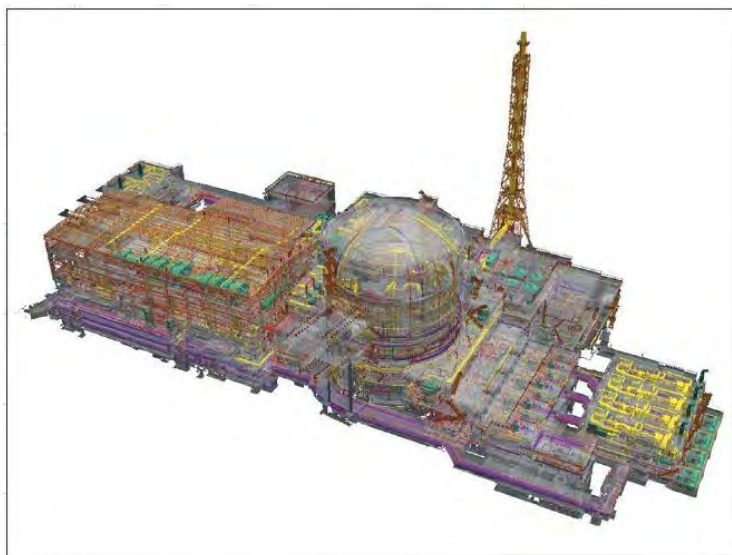

Рис. 6. Общий вид информационной модели атомного энергоблока, выполненный в SmartPlant 3D
- за аналогичный срок была создана комплексная модель АЭС (исключая непосредственно ядерный реактор), состоящая из 13 основных зданий и сооружений и семи туннелей (рис. 6). Общее количество объектов составляет 1500 тыс., информационный объем 3D-модели составляет 23 576 Мбайт, диапазон диаметров смоделированных труб составил 6-2500 мм;